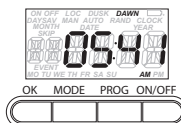

Fig. 5
16. Gire la perilla para ajustar la hora de apagado al alba (Fig. 5) si es necesario y presione OK.